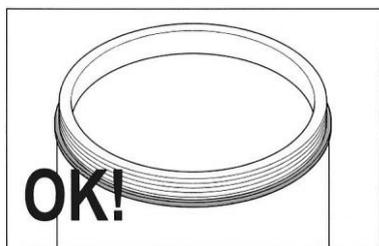

Fig. 31
1. La figure 31 présente un joint correctement monté, il repose uniformément sur tout le bord du récipient.